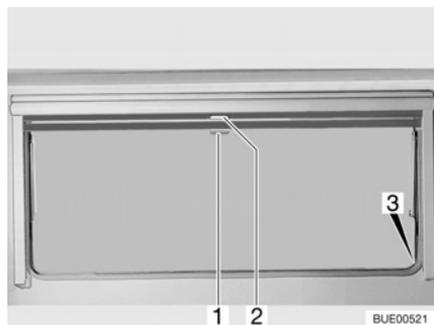

Fig. 28 Ventana abatible
- Tirar del tirador (Fig. 28,2) de la persiana oscurecedora enrollable hacia abajo. Cuando la persiana oscurecedora enrollable se cierre por completo, encajarla en el bloqueo (Fig. 28,3) a ambos lados del marco de la ventana.
- Cuando la persiana oscurecedora enrollable está completamente cerrada: Presionar el tirador (Fig. 28,2) hacia abajo y tirarlo ligeramente hacia dentro. Desenganchar la persiana oscurecedora enrollable de los bloqueos a izquierda y derecha del marco de la ventana.
- Cuando la persiana oscurecedora enrollable se encuentre en una posición intermedia: Tirar ligeramente del tirador (Fig. 28,2) hacia abajo, hasta que se hay soltado el bloqueo.
- Tirar la mosquitera enrollable hacia abajo por el tirador (Fig. 28,1) y engancharla en el bloqueo (Fig. 28,3) a ambos lados del marco de la ventana.
- Presionar el tirador (Fig. 28,1) hacia abajo y tirarlo ligeramente hacia dentro. Desenganchar la mosquitera enrollable de los bloqueos a izquierda y derecha del marco de la ventana.